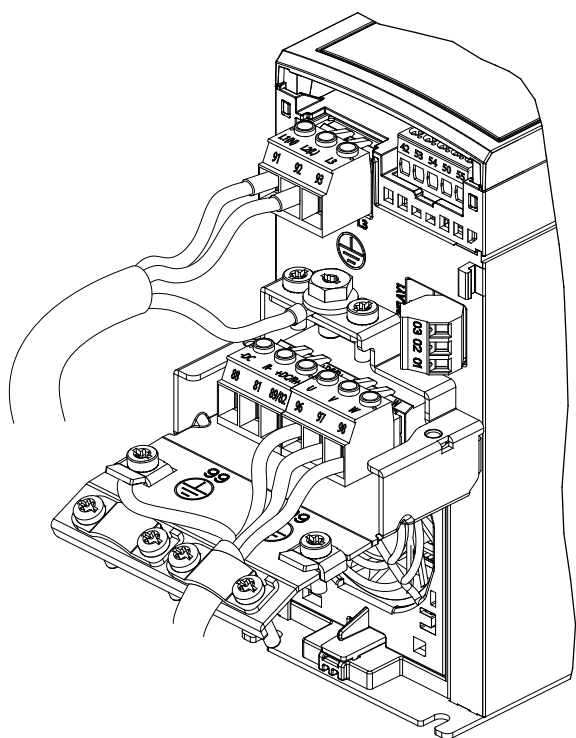
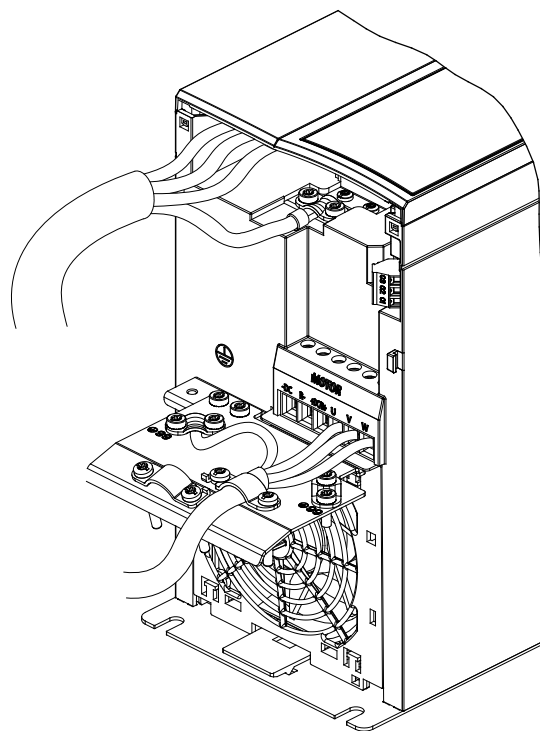
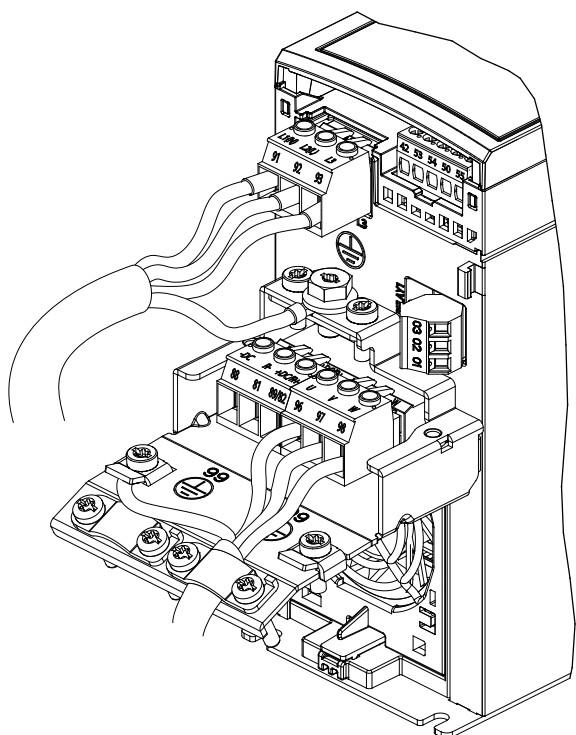

Ilustración 2.5 La alimentación, el motor y la conexión a tierra para unidades monofásicas (K1 y K2)
Ilustración 2.7 La alimentación, el motor y la conexión a tierra para unidades trifásicas (K4 y K5)
Ilustración 2.6 La alimentación, el motor y la conexión a tierra para unidades trifásicas (K1, K2 y K3)
La alimentación, el motor y la conexión a tierra para convertidores de frecuencia trifásicos y monofásicos se muestran en la *Ilustración 2.5*, la *Ilustración 2.6* y la *Ilustración 2.7*, respectivamente. Las configuraciones reales pueden variar según los tipos de unidades y el equipo opcional.
1. Conecte los cables de alimentación de entrada de CA a los terminales N y L en unidades monofásicas (consulte la Ilustración 2.5) o a los terminales L1, L2 y L3 en unidades trifásicas (consulte la Ilustración 2.6 y la Ilustración 2.7).